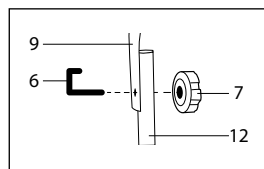

рис. 2
Совместите отверстия средней стойки (9) с отверстиями на нижней стойке (12). Установите скобу крепления ручки (6) и закрепите гайками (7) с двух сторон (рис. 2).